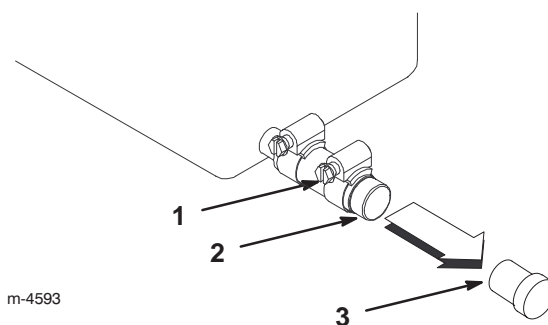

Figure 26
4. Placez un bac de vidange sous le tube de vidange (Fig. 26).
5. Desserrez le collier et enlevez l'obturateur (Fig. 26).